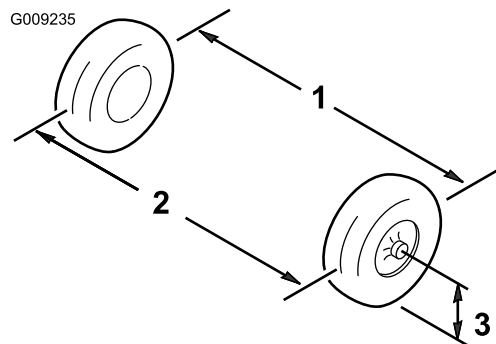

Bild 48
1. Messen Sie den Abstand zwischen beiden Vorderreifen auf Achshöhe (an der Vorder- und Rückseite der Vorderreifen) (Bild 48).